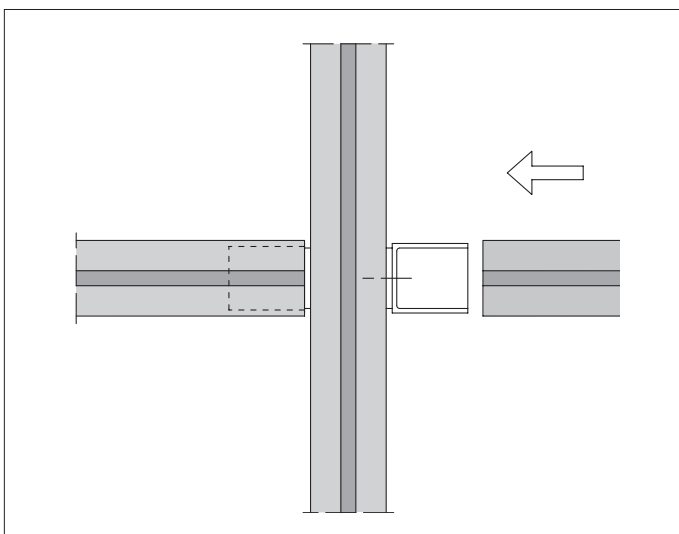

Abb. 1 / Ill. 1
3.1. T-Verbinder für Pfosten/Riegel/Pfosten-Bauweise (Abb. 1+2)